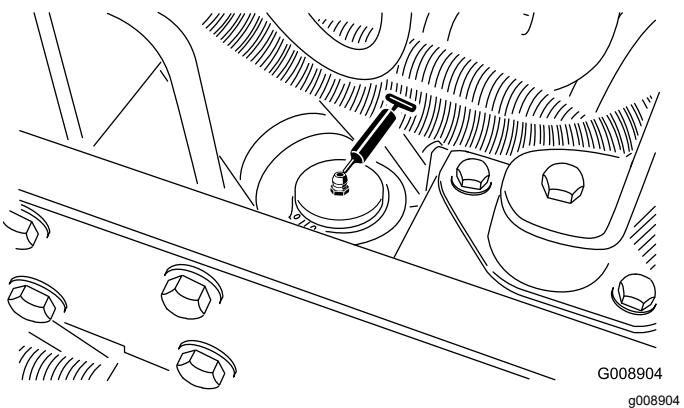

Figure 55
- Vérin de direction (Figure 55).